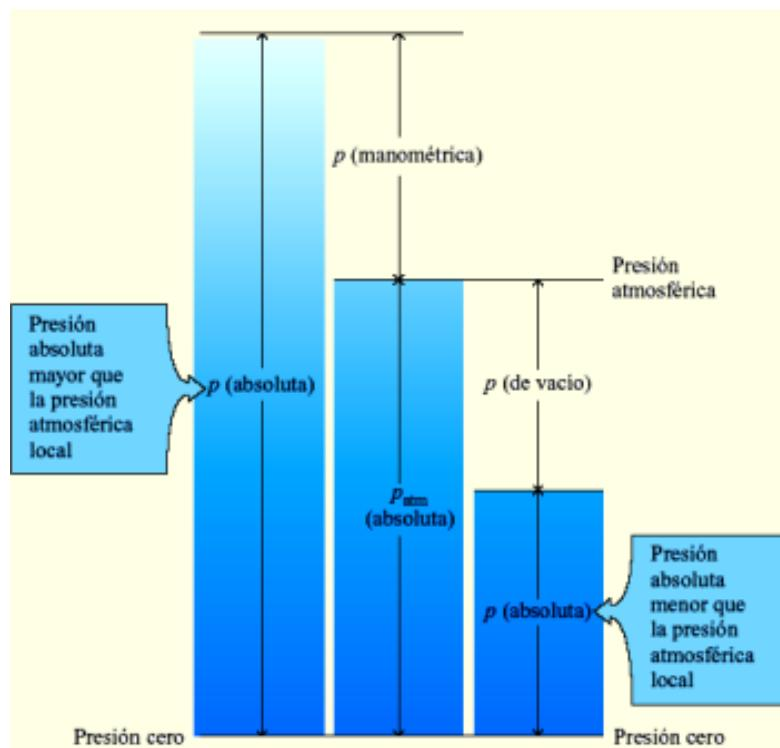

Fig. E1.2.- relación entre P absoluta, P manométrica y P de vacío
**Análisis:** La relación entre presión manométrica y absoluta se recoge en la figura E1.2